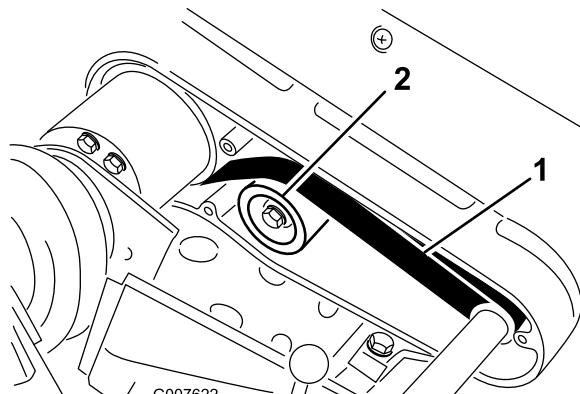

Figura 40
2. Compruebe la tensión presionando la correa en el punto intermedio entre las poleas (Figura 40) con una fuerza de 22 a 26 N.
- A. Afloje la tuerca de montaje de la polea tensora y pírote la polea tensora en sentido horario contra la parte trasera de la correa, hasta obtener la tensión deseada (Figura 40).